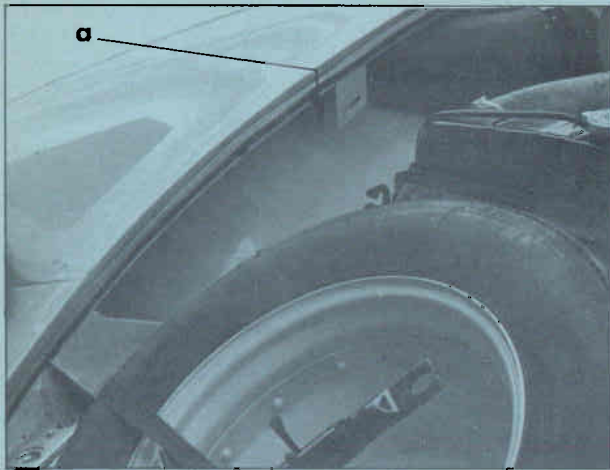

Fig 19
12. Voorspatschermen (afb. 19).